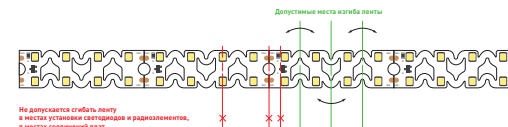

Рис. 5. Места сгиба ленты
- Максимальный угол изгиба на плоскости 10 градусов. Минимальный диаметр изгиба на плоскости $D_{min} \geq 320$ мм. Сгибать ленту можно только в обозначенных местах (рис. 5)